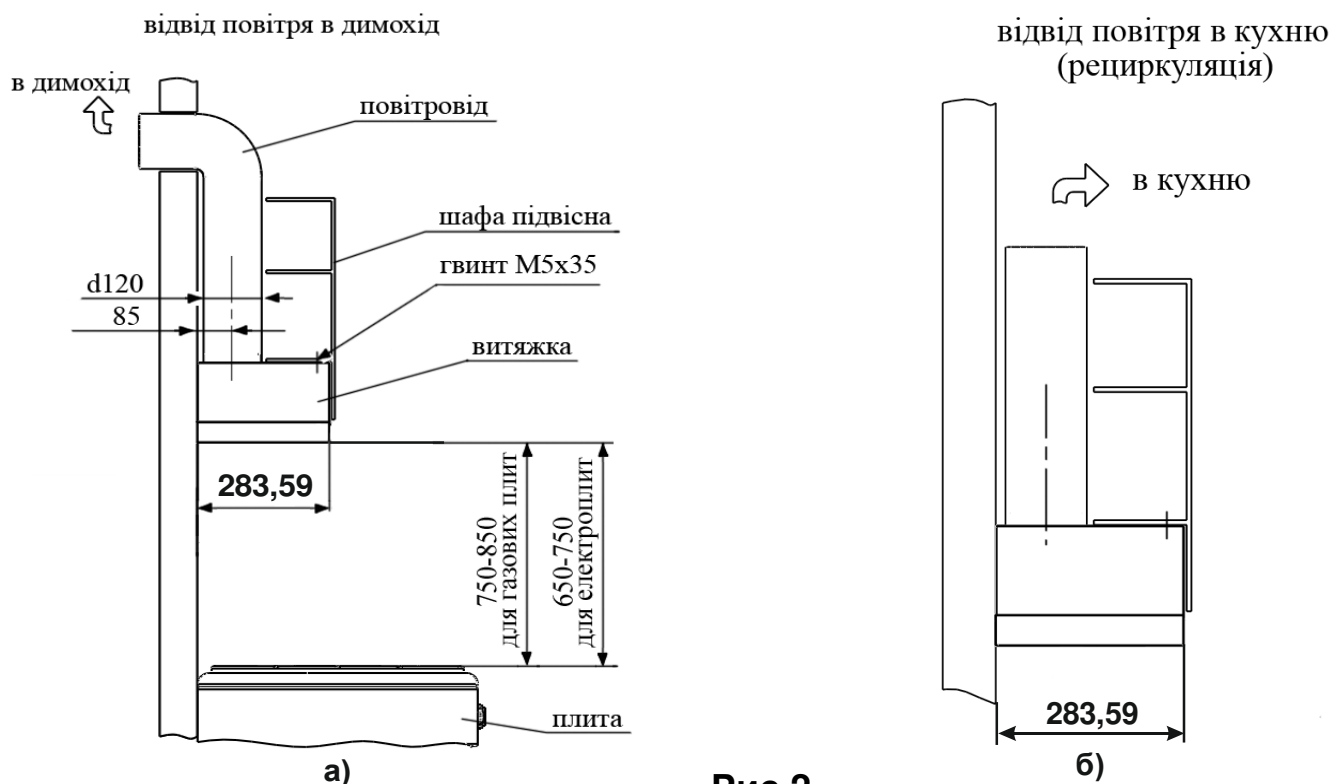

Рис.2
1.5 В залежності від схеми установки над плитою витяжка може працювати в двох варіантах (рис.2):
- в режимі відводу повітря в стаціонарний вентиляційний канал (димохід) кухні з використанням гофрованих алюмінієвих повітроводів Ø150мм, а з перехідником Ø120 (рис.2а);
- в режимі рециркуляції (замкнута кругова циркуляція повітря на кухні), коли витяжка не підключається до димоходу, а повітря проганяється через жирозловлюючі алюмінієві та вугільні запаховбирні фільтри (купляються окремо і встановлюються на кришці турбовентилятора) і повертається знову на кухню (рис.2б).
1.11 **Увага! Витяжка монтується на стіні над електроплитами на віддалі 650-750мм, а над газовими плитами на відстані 750-850мм від робочої поверхні плити (рис.2).**
5.3 В залежності від схеми установки витяжка працює в двох варіантах (**рис.2**):